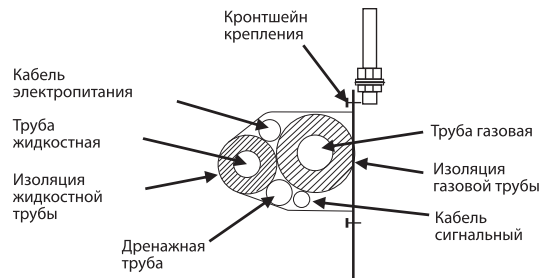

Рисунок 34 - Схема связывания трассы
- Трубопроводы хладагента, силовой и межблочный кабели, а также дренажный трубопровод (при необходимости), должны быть связаны в единый пучок изоляционной лентой в следующем порядке (см. рисунок 34):